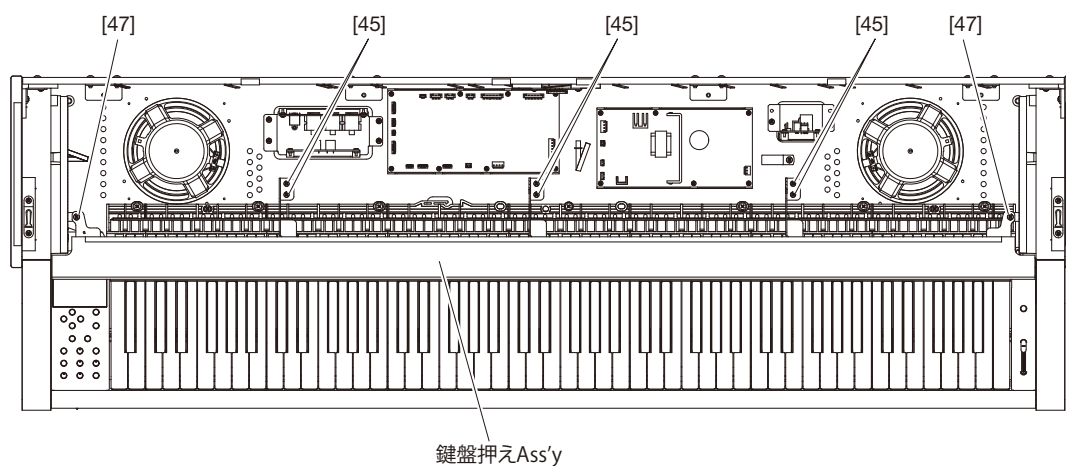

図 11
3. [47]のネジ 2 本と[45]のネジ 6 本を外して、鍵盤押え Ass'y を外します。(図 11)